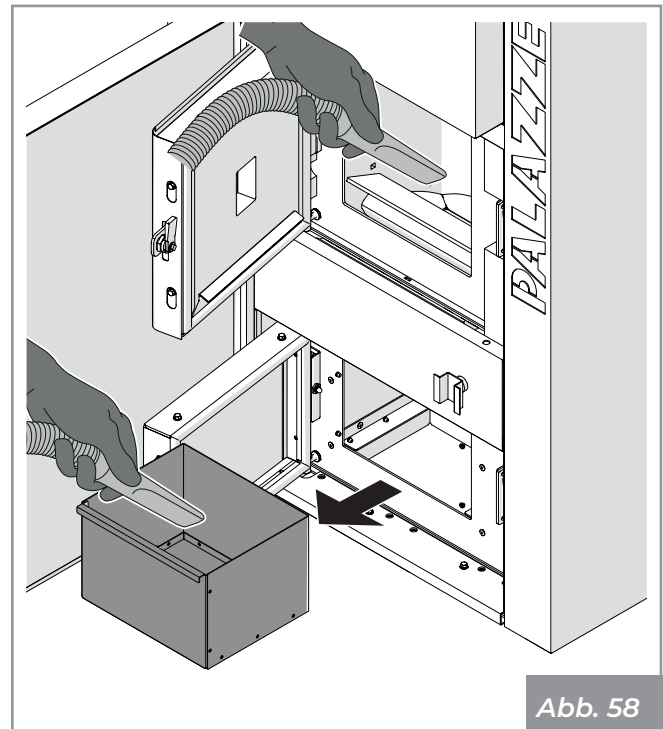

Abb. 58
- Entfernen Sie die Asche, die sich im Inneren des Kohlenbeckens absetzt (Abb. 58).